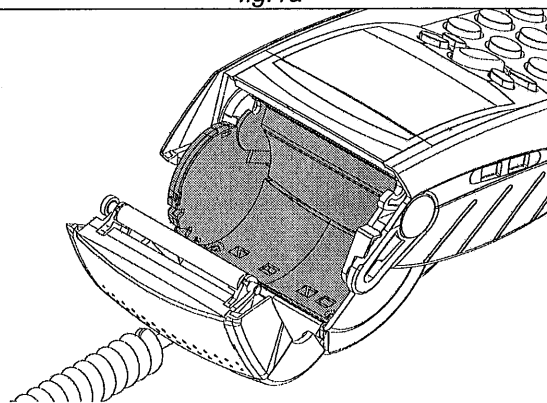

fig. 1b
- Accompagner le basculement du capot vers l'arrière de l'appareil. (figure 1b)